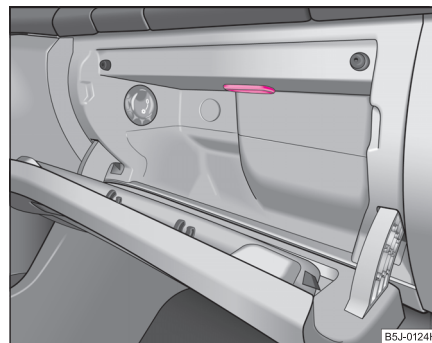

Fig. 187 Desmontar la lámpara del compartimento guardaoobjetos en el lado del acompañante
- Introducir un cuchillo o algo por el estilo en un lado entre la lámpara y el portaobjetos ⇒ página 270, fig. 187. Sacar la lámpara, apalancándola con cuidado.